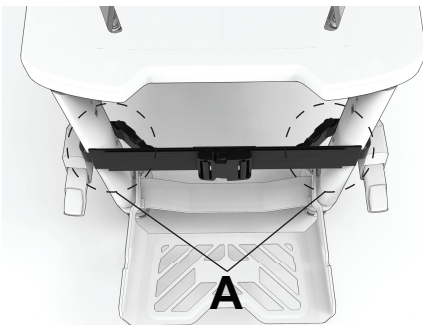

Abbildung 28 – Die seitlichen Gurtschlösser verbinden.
1. Die Gurte um die vorderen Stuhlbeine wickeln und die seitlichen Gurtschlösser (A) verbinden (Abbildung 28).